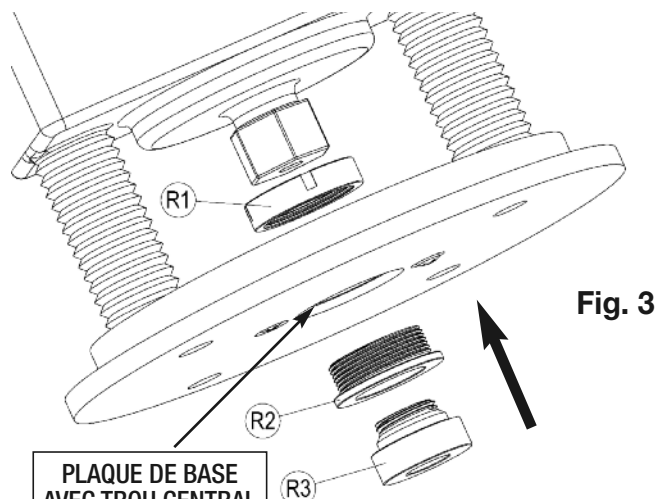

Fig. 3
3. Vissez la *douille de guidage de la toupie* de 1 1/8 po [R-3] dans le centre du *manchon de guidage* et serrez-la à la main (fig. 3).